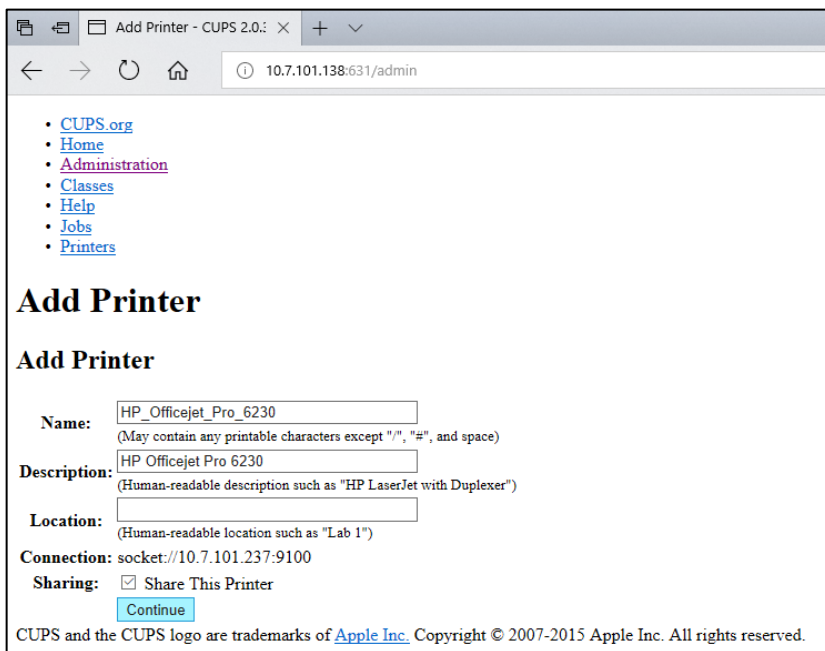

图 102. 添加打印机屏幕。
5. 选择 Share this printer（共享此打印机），然后按 Continue（继续）（图 102）。